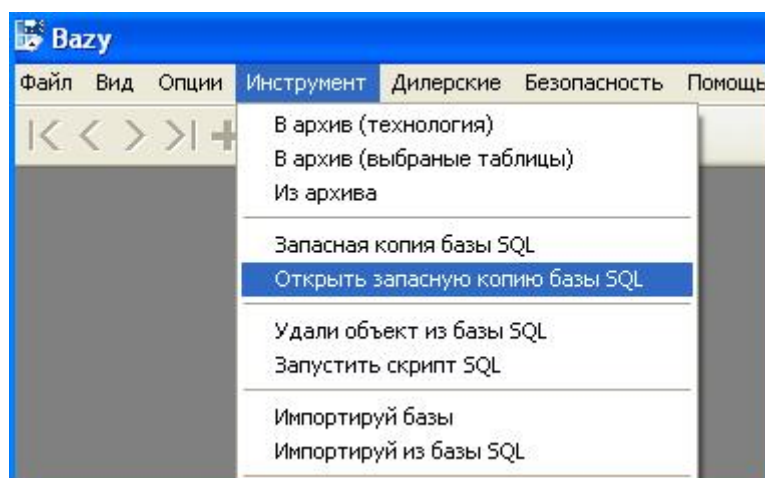
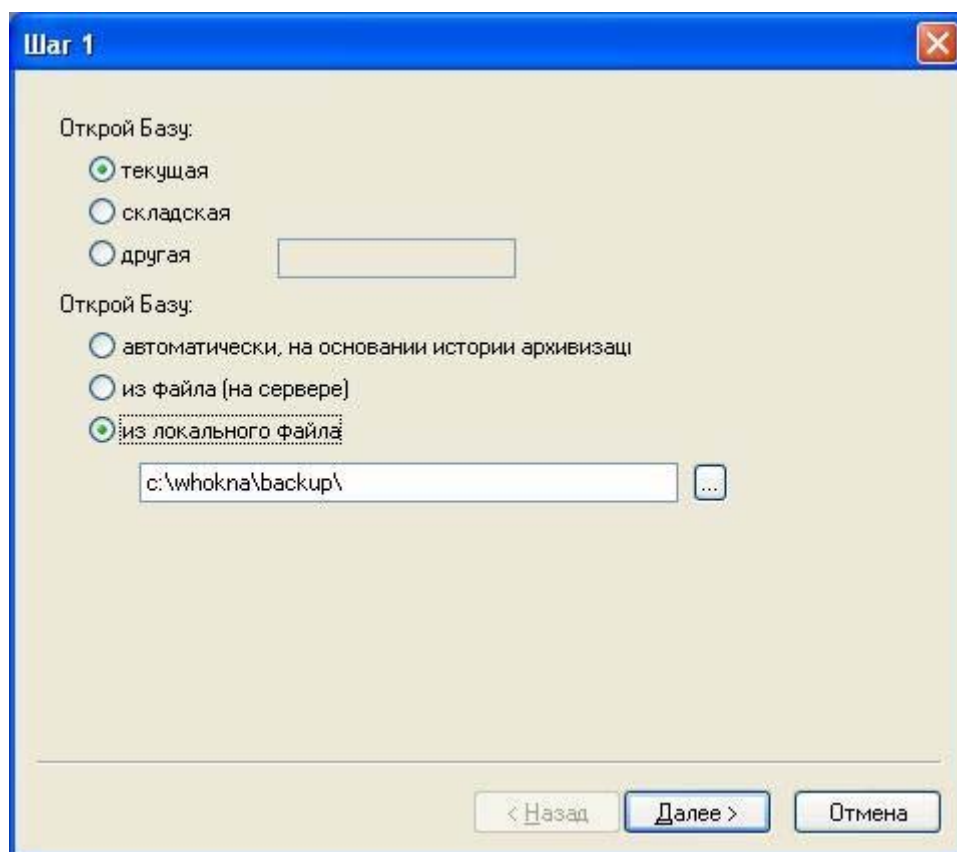
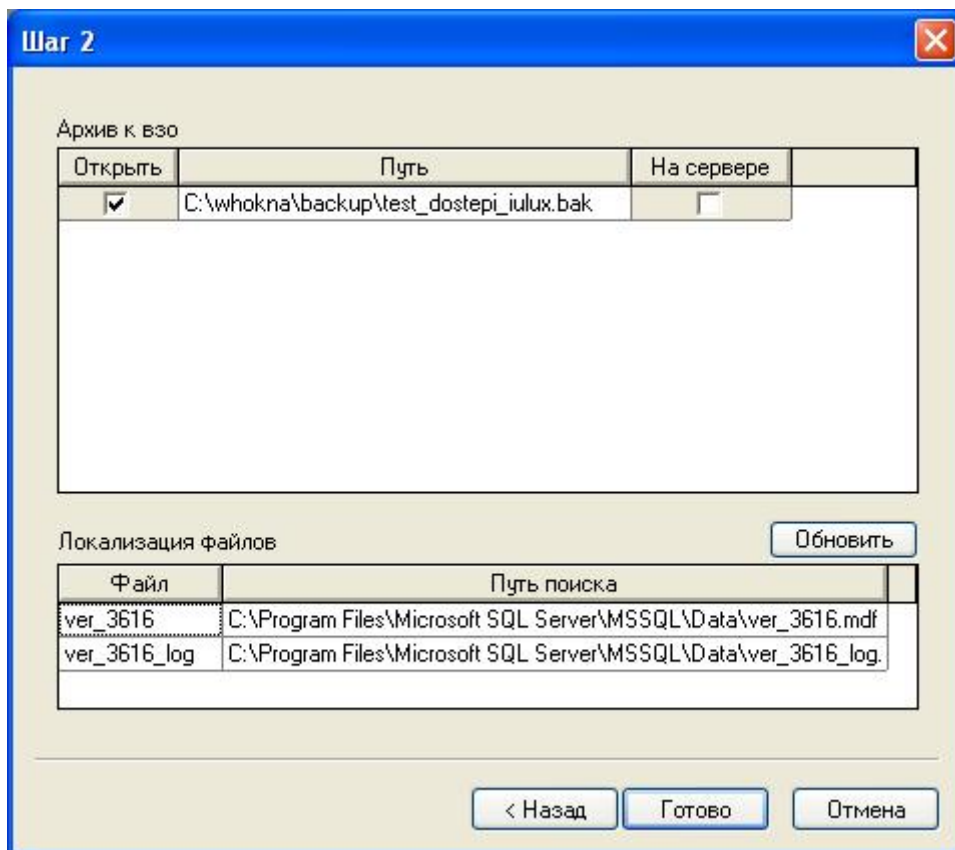

Рисунок 28. Восстановление резервной копии базы SQL
Рисунок 30. Восстановление запасной копии SQL – шаг 1
Рисунок 31. Восстановление запасной копии SQL – шаг 2
- **Открыть резервную копию базы SQL** (рис. 28) – воспроизводит архив базы данных SQL. Во время первого шага (рис. 30) определяем базу данных для воспроизведения (текущую, складскую, другую) и указываем место, в котором находится архивный файл, который мы хотим воспроизвести. Второй шаг (рис. 31) показывает информацию об архиве для воспроизведения и локализацию и имена файлов, в которых будет воспроизводиться архив (в случае необходимости адрес файла можно модифицировать путем двукратного щелчка мышкой на данном адресе и введения изменений).